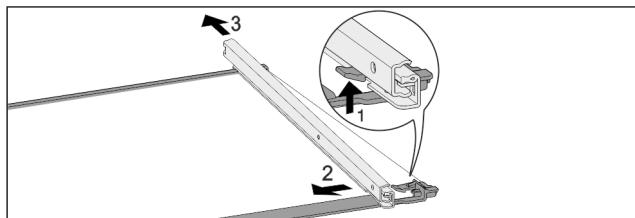

Fig. 124 带轨道的玻璃隔板
- 向上按前端的锁定钩。 Fig. 124 (1)
- 将牵伸轨推向一侧 Fig. 124 (2)，然后向后 Fig. 124 (3) 推。